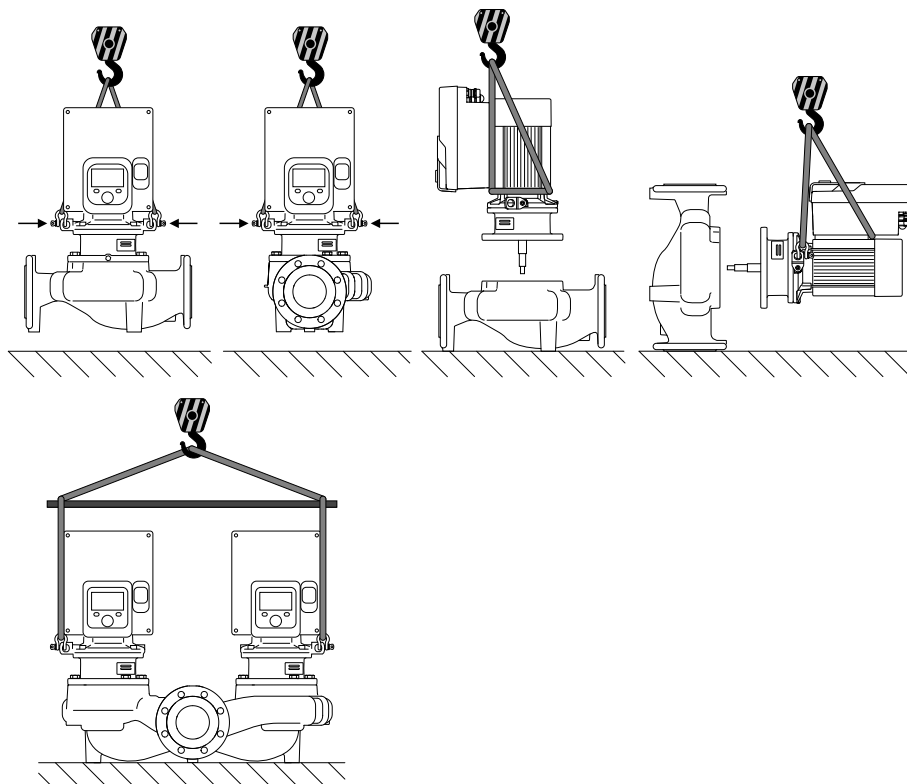

Fig. 6: Sentido de elevação
O transporte da bomba tem de ser efetuado com meios de suporte de carga autorizados (p. ex., bloco de polias, grua, etc.). Os meios de suporte de carga devem ser fixados aos olhais de elevação fornecidos no flange do motor. Se necessário, deslizar os laços de elevação por baixo da placa de adaptação (Fig. 6).
1. Deixar dois olhais de transporte (Fig. I, pos. 30) no flange do motor.
2. Para proteção, fixar o conjunto de encaixe (Fig. 4) nos olhais de transporte com meios de elevação adequados. Para evitar que a unidade se incline, colocar um laço de cinto à volta do motor e adaptador do módulo eletrónico, como mostra a Fig. 6. Durante a fixação, evitar danos no módulo eletrónico.
3. Desapertar e retirar os parafusos (Fig. I/II/III/IV, pos. 29).